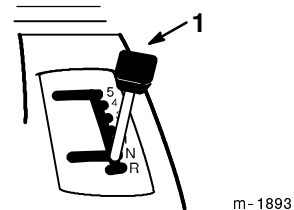

Figure 6
3. Mettez le changement de vitesse au point mort (N) (Fig. 6).